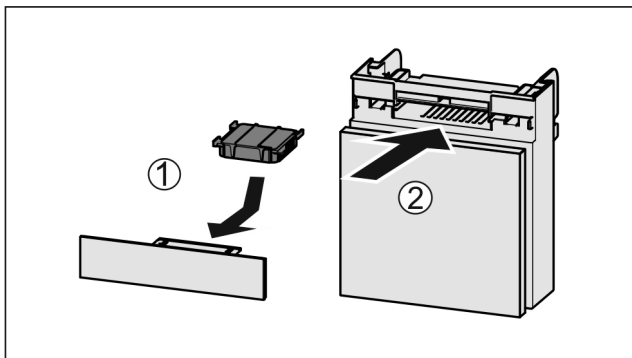

Fig. 148
- ▶ Поставете Fig. 148 (1) филтъра с активен въглен, както е показано на фигурата.
- ▶ Вкарайте Fig. 148 (2) отделениято.